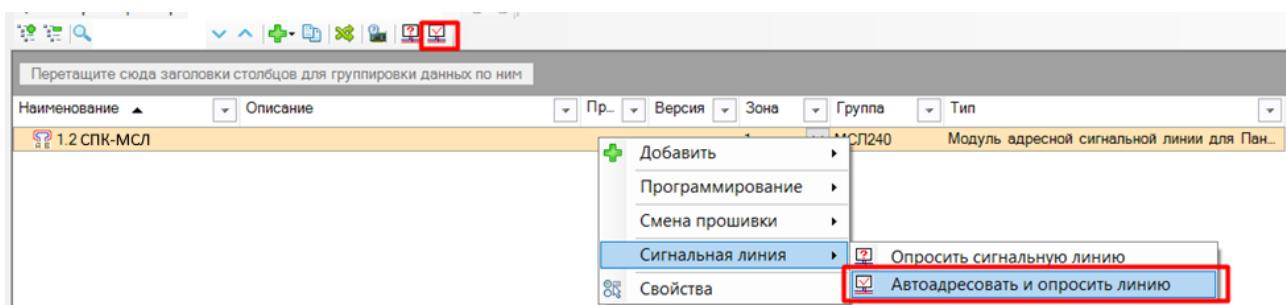

Рис. 48
1. Если МК-ПТ вар. П уже физически подключен к линии, его можно "автоадресовать и опросить" (при автоадресации всем устройствам в линии будет присвоен адрес от 1 до 240, начиная с стороны линии А в сторону Б), далее линия будет опрошена и информация о подключенных устройствах выводится в ПО "Стрелец-Мастер" (см. рис. 48).